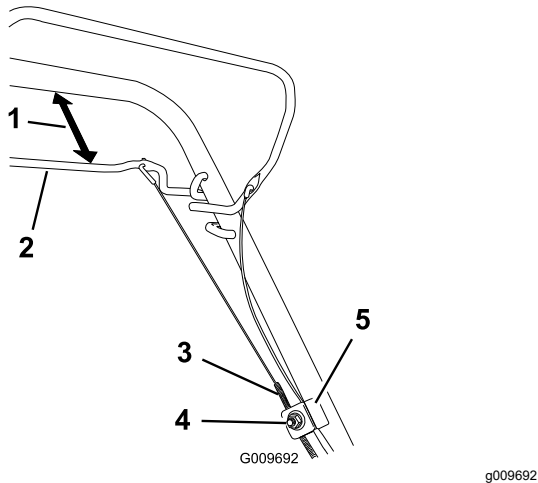

Figure 22
1. Desserrez l'écrou du support de guidage du câble (Figure 22).
2. Maintenez la barre de commande d'autopropulsion de 25 à 38 mm du guidon (Figure 22).
3. Tirez la gaine du câble vers le bas (vers la machine) pour éliminer le mou du câble (Figure 22).